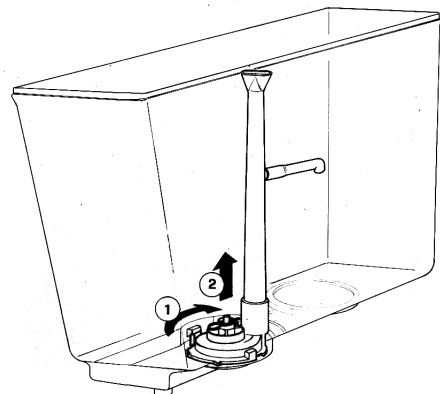

figura 4
- 2 - **Series HT11 - HT20PS:** quitar el grupo bomba girándolo en sentido horario (1) y levantándolo(2). Desmontar el tubo de mandata y el tubo a "L". Para desmontar la turbina y el eje del grupo bomba, desenganchar la clavija de fijación (ver figura 4).